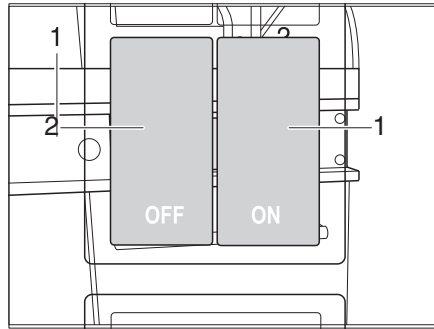

Bild 18 Schalter für Zentralverriegelung der Küchenbedienzeile
Die Küchenbedienzeile ist mit einer Zentralverriegelung ausgestattet. Die Klappen und Schubfächer des Küchenblocks lassen sich über den Schalter (Bild 18) manuell verriegeln und entriegeln.
- Verriegeln* ■ Schalter (Bild 18,1) drücken. Klappen und Schubfächer des Küchenblocks sind verriegelt.
- Entriegeln* ■ Schalter (Bild 18,2) drücken. Klappen und Schubfächer des Küchenblocks sind entriegelt.